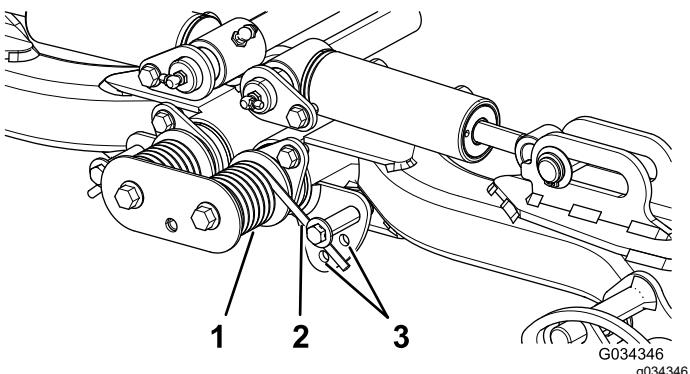

Bild 38
2. Führen Sie ein Rohr oder ein ähnliches Objekt in die lange Feder ein, um die Federspannung während der Einstellung aufzuheben (Bild 38).
- Wenn Sie die Federspannung aufgehoben haben, nehmen Sie die Schraube und Sicherungsmutter ab, mit denen der Federaktuator an der Halterung befestigt ist (**Bild 38**).